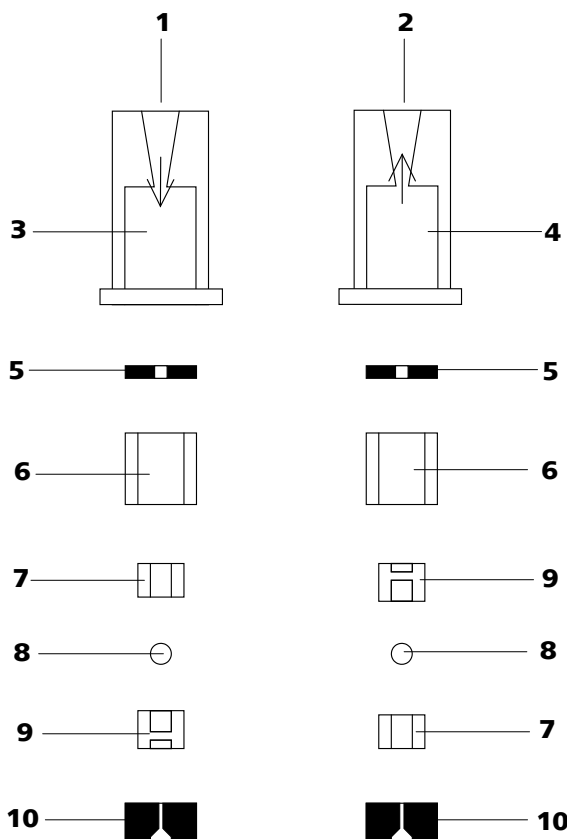

Figure 36 Composants des vannes d'admission et d'échappement
- La vanne d'admission et d'échappement sont composées des mêmes composants qui seulement sont placés différemment (voir Figure 36, page 74).
Recomposer les composants de la vanne *conformément à la figure 36, page 74.*
- Placer les autres composants de la vanne l'un sur l'autre en l'ordre (voir Figure 36, page 74) correct.
Si ce n'est pas le cas, la vanne doit être désassemblée de nouveau et rassemblée correctement (voir Figure 36, page 74).